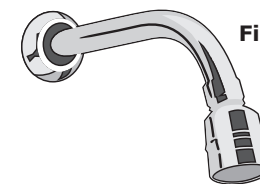

Figura 7
- g) Recomendamos utilizar duchas com vazão máxima de 10 litros/min. (Figura 7)